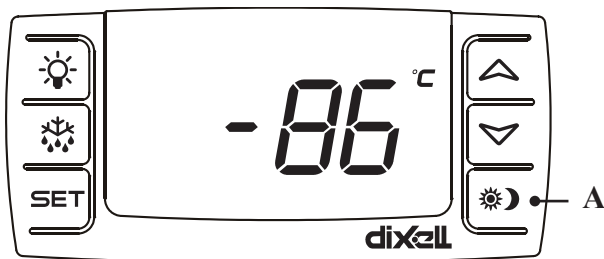

fig. 4
Apparatet er udstyret med en elektronisk styring (fig. 4)
**OBS:** Når strømmen tilsluttes første gang, skal der trykkes på knappen "A" (fig. 4), derved tilkobles alarmer.
Afbryd alarmer ved at trykke på "A" (fig. 4), og displayet viser "OFF", og derefter frakobles strømforsyningen.